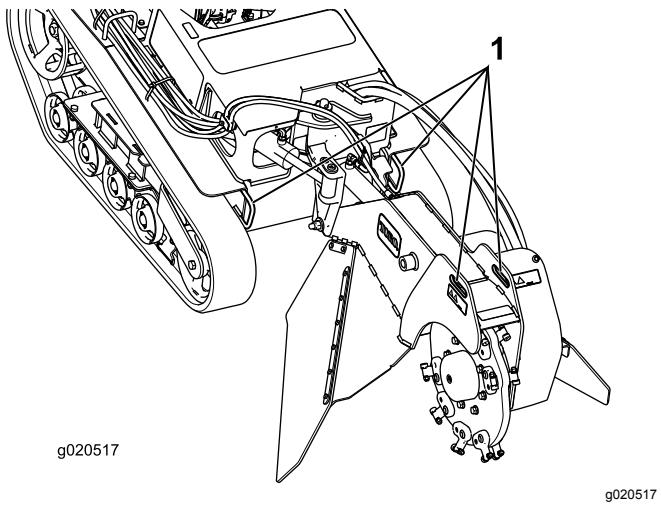
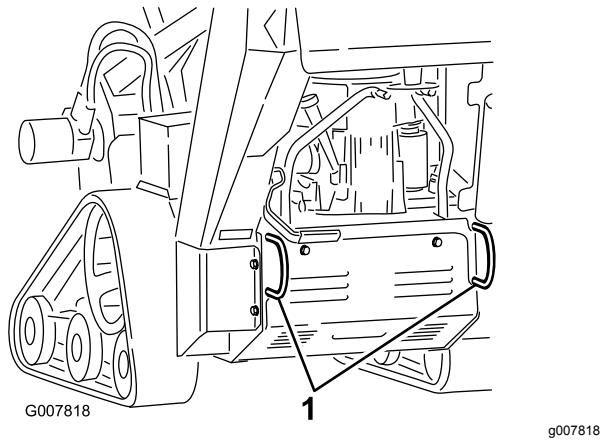

Bild 21
Bild 22
3. Befestigen Sie die Maschine mit Ketten oder Riemen an den Vergurtungsstellen bzw. Hebeschlaufen vorne und hinten an der Maschine auf einem Anhänger (Bild 21 und Bild 22). Halten Sie die örtlichen Vorschriften für Anhänger und Vergurtung ein.
Sie können die Maschine mit den Vergurtungs- und Hebeschlaufen als Hebestellen hochheben (Bild 21 und Bild 22).